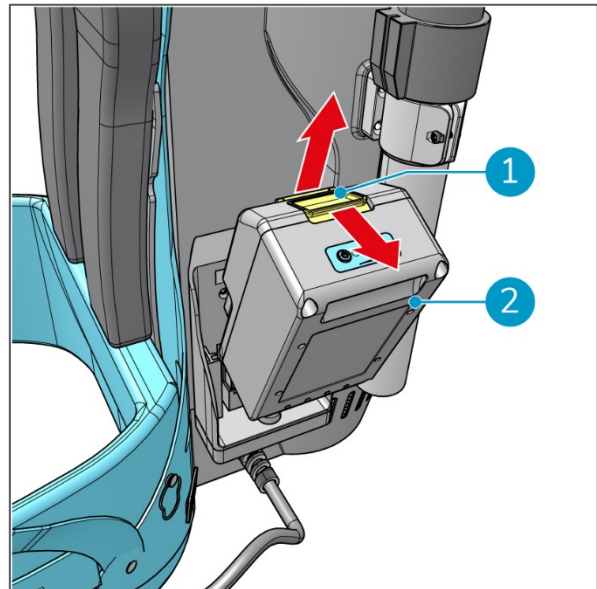

Figura 16
1. Deslize o botão amarelo da bateria (Figura 16, posição 1) na sua direção para a desbloquear.
2. Puxe a bateria para fora (Figura 16, posição 2).